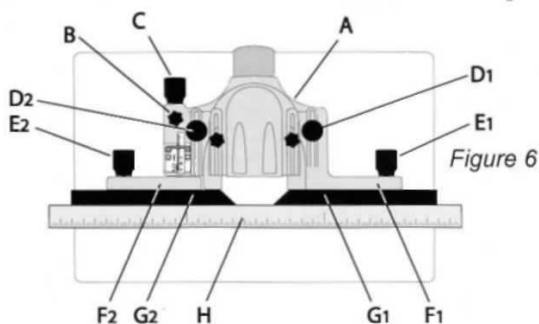

рис. 6
**Никакое регулирование не требуется**, если обе *алюминиевые направляющие (G1, G2)* одинаково прилегают к *поверочной линейке*, как показано на рис. 6. Продолжение в разделе *Калибровка алюминиевых направляющих*.